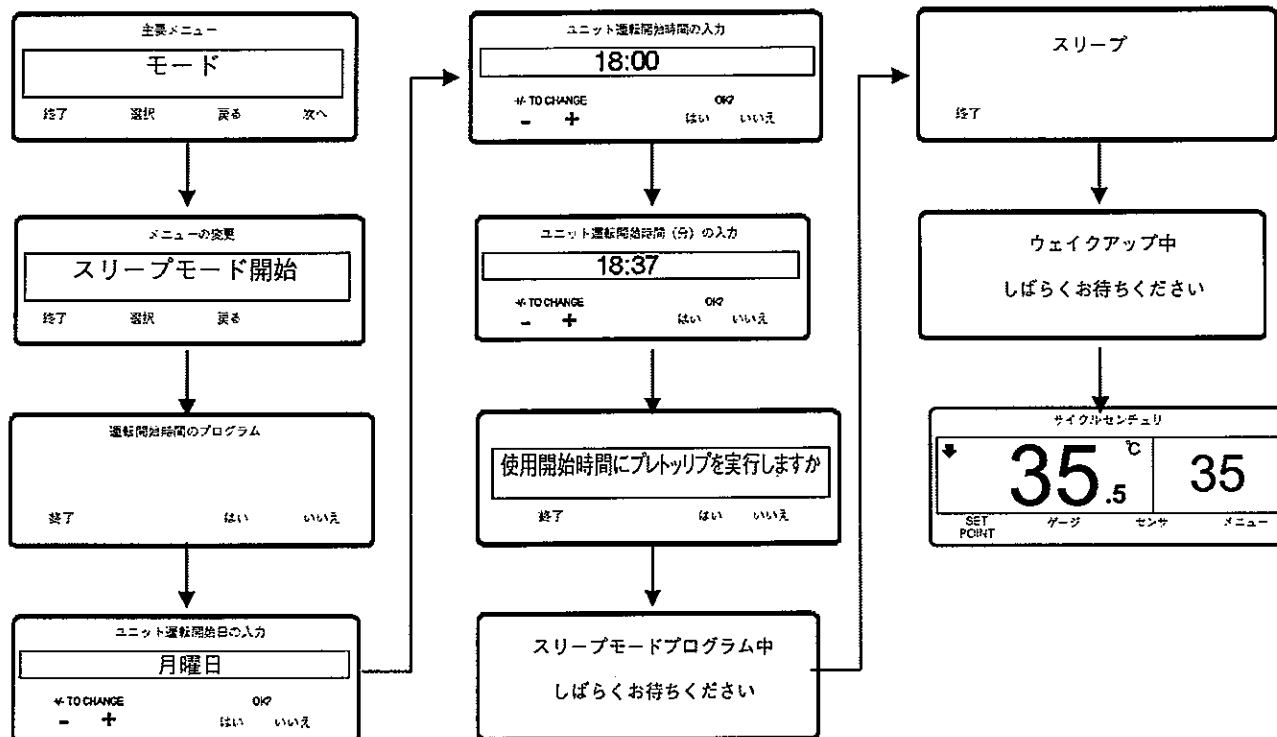

図51 : スリープ・モード選択のスクリーン・シーケンス
3. モード・メニューが現われるまで、次へソフト・キーを押してください。図51を参照してください。